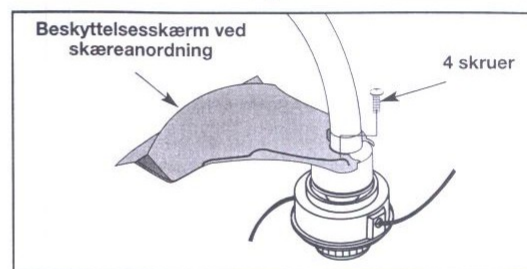

Fig. 3
2. Beskyttelsesskærmen sænkes ned over den øverste del af skæreanordningen, hvorefter den drejes rundt, så den bringes på linie med de huller, der er beregnet til fastgøring af skrue og indsættes rigtigt på den dertil indrettede plads (Fig. 3).